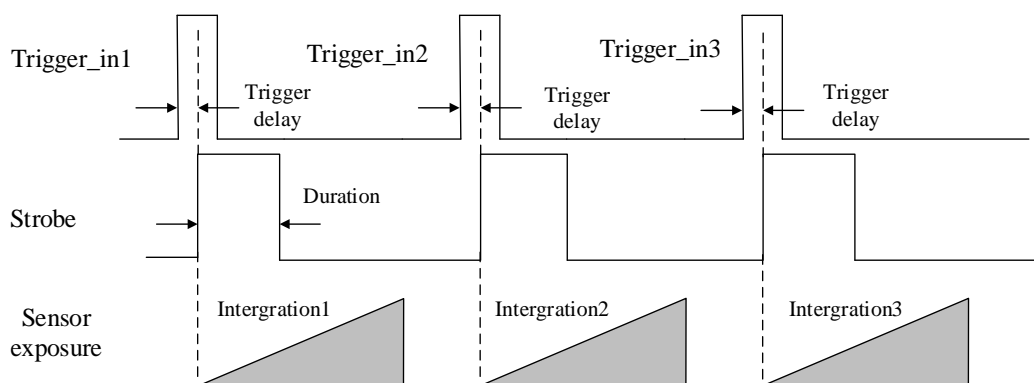

图5-5 Strobe 有效电平持续时间
- 若 *Strobe Line Duration* 参数值非 0，Strobe 高电平延续时间等于 *Strobe Line Duration* 参数值。如图 5-5 所示。